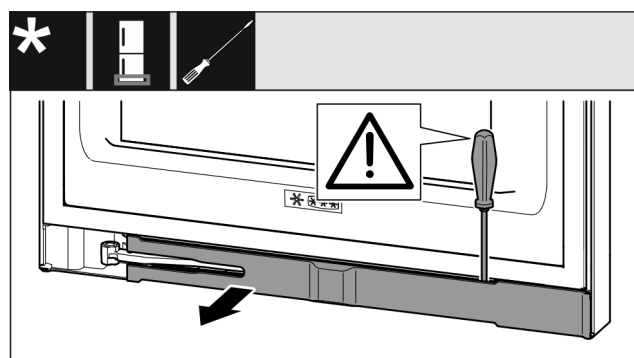

Fig. 15
- ▶ 使用带槽螺丝刀松开隔板并把它转到一边。 [参见 Fig. 15]